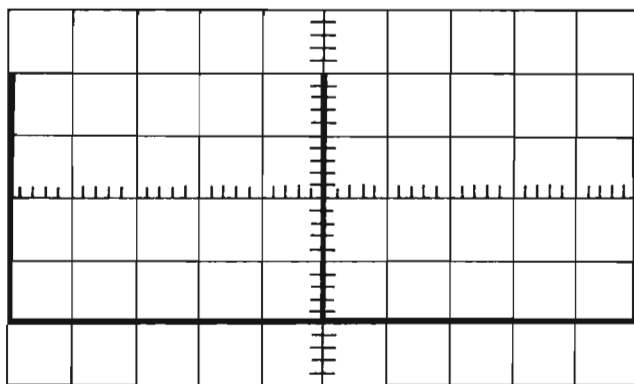

Bild 2
4. Ställ in oscilloskopet så att 3 st sändarpulser framträder. Kontrollera att tredje pulsen är stabil i frekvens. Se bild 2.